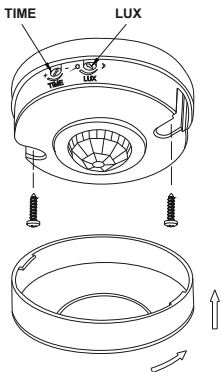
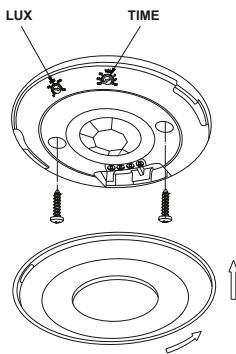

Рисунок 11 – Датчик движения ДД 025, ДД 027
Рисунок 12 – Датчик движения ДД 026
- повернуть против часовой стрелки защитную крышку датчика. Снять крышку (рисунок 11, рисунок 12);